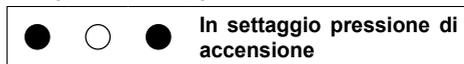

Figura 7.7
- Per settare la pressione di accensione del bruciatore le spie di segnalazione 3 devono essere visualizzate come in Figura 7.7 (legenda spie Figura 7.4)